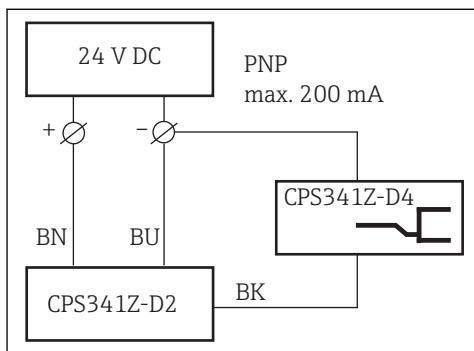
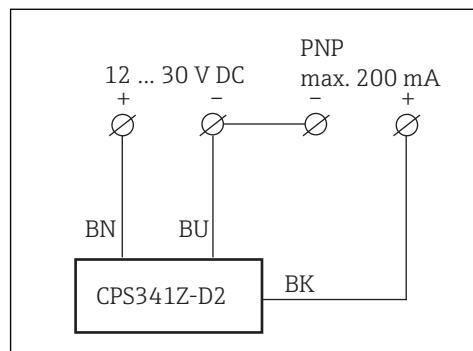

图 8 连接带继电器的用户自备电源
图 9 连接带 PLC 的用户自备电源
1. 将连接电缆连接至用户自备现场电源上(→ 图 8、→ 图 9)。